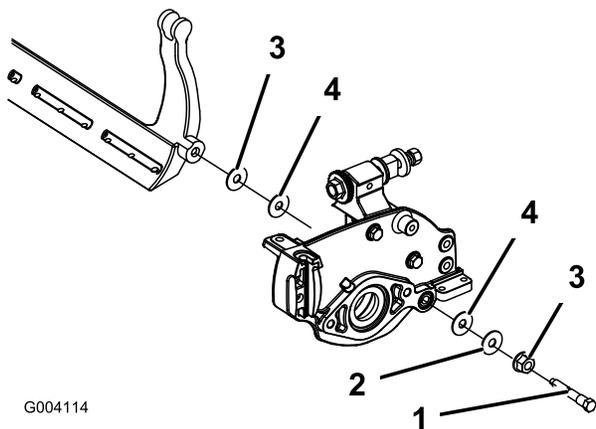

図 67
4. 各ベッドバー・ボルトを抜いて、ベッドバーを下に引き抜いて外す。ベッドバーの両端にナイロン・ワッシャとスチール・ワッシャが2枚ずつあるので注意する(図 67)。